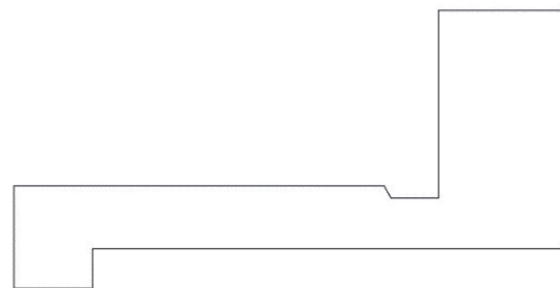
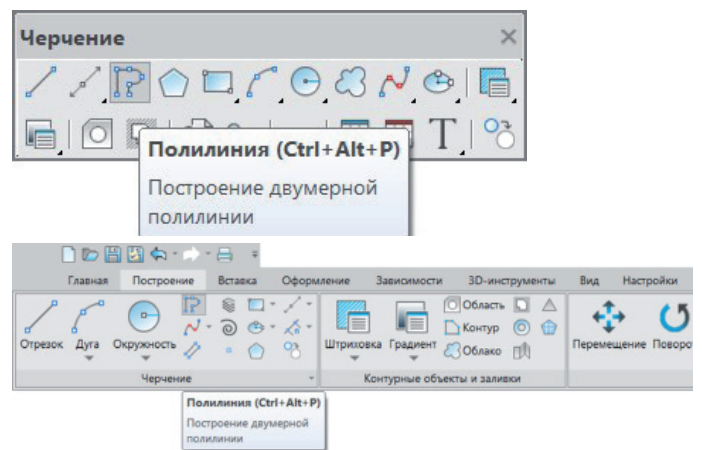

Рис. 13. Исходный контур детали
Рис. 14. Панель *Черчение* и вкладка *Построение*. *Полилиния*
В эскизе произвольно начертите исходный контур детали таким образом, чтобы он примерно соответствовал рис. 13. Для черчения вызовите команду *Полилиния* в командной строке или задайте команду *Полилиния* в выпадающем меню *Черчение*, либо на панели *Черчение*, либо в ленточном интерфейсе на вкладке *Построение* (рис. 14).
**Примечание.** Важно, чтобы количество вершин полилинии исходного контура (см. рис. 13) совпадало с количеством вершин начерченной вами полилинии.